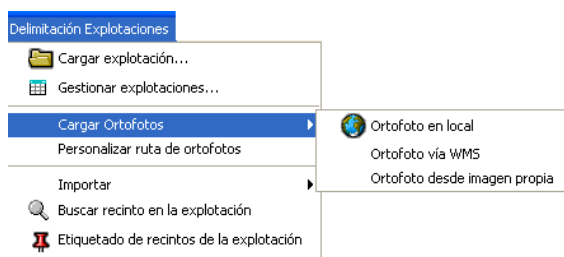

Fig. 29
- b) *Vía web*: En el menú “*Delimitación Explotaciones - Cargar Ortofotos - Ortofoto vía WMS*” (Fig. 29)